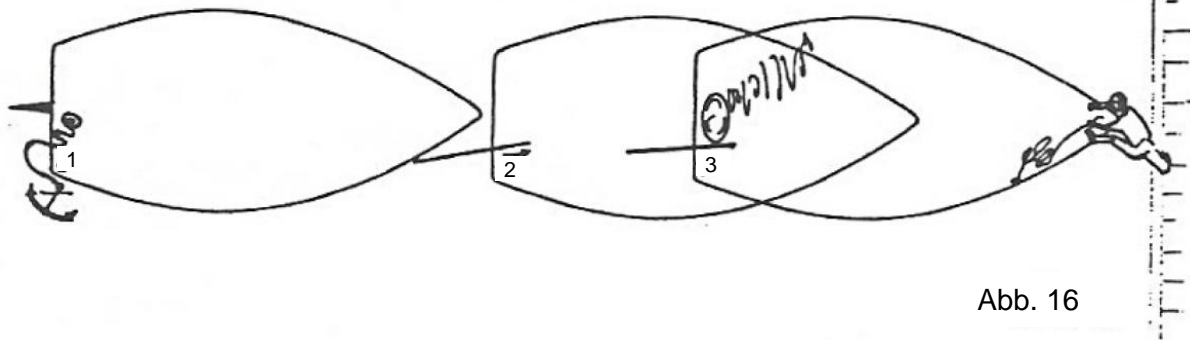

Abb. 16
5.3. Anlegen mit Bug voran und Heckanker (Abb. 16, 1 - 3)